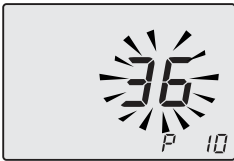

Figura 5.52
- Utilizando los botones 12 o 13 se puede modificar el valor del parámetro 10 desde **00=0s** hasta **100=510s** (cada aumento o reducción de una unidad en el display equivale a 5 segundos). Ej.: 36=180 segundos. En el display se alternan los mensajes **P10 - SEt** (Figura 5.52).